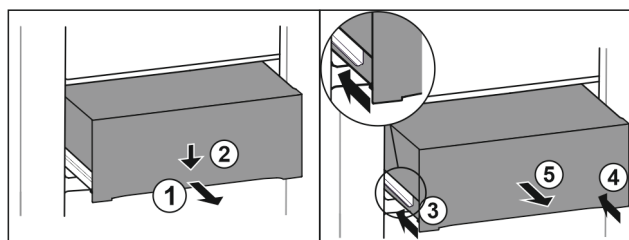

Fig. 133
- Zásuvku napůl vytáhněte. Fig. 133 (1)
- Stlačte zásuvku na přední straně dolů. Fig. 133 (2)
- Zasuňte levou kolejničku přibližně do 2 cm. Fig. 133 (3)
- Zasuňte pravou kolejničku přibližně do 2 cm. Fig. 133 (4)
- Vyjměte zásuvku dopředu. Fig. 133 (5)